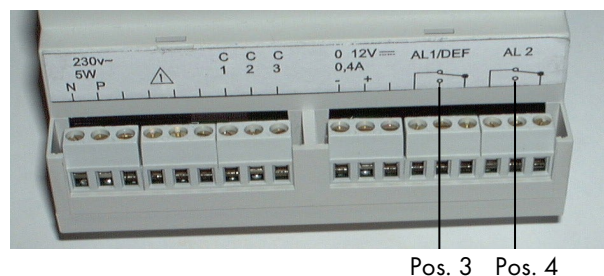

Abbildung 4
- Dies Relais ist mit Verbundkontakten ausgestattet, die über die Klemmleiste der SV 4B zugänglich sind (Pos. 3, Abbildung 4).
- Das Relais 2 (REL 2), das als „positive Sicherung“ ausgelegt ist, entspricht nur der zweiten Alarmschwelle. Dies Relais ist ebenfalls mit Verbundkontakten ausgestattet, die über die Klemmleiste der SV 4B zugänglich sind (Pos. 4, Abbildung 4).